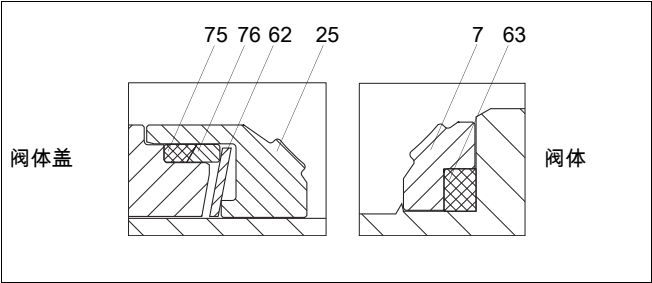

图 20 H 阀座
- 将背密封（63）放入阀座（7）中，请参见图 20，然后使这两个零件完全进入阀体埋头孔中。
- 装配阀座（25）、弹簧（62）、背密封（75）和支撑环（76），请参见图 20，然后将总成放到阀体盖（2）中。